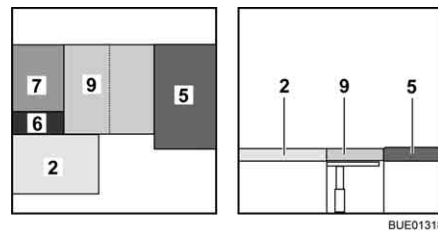

Fig. 148 Después de la transformación
- Desplegar el cojín adicional (Fig. 148,9) y colocarlo en la mesa.